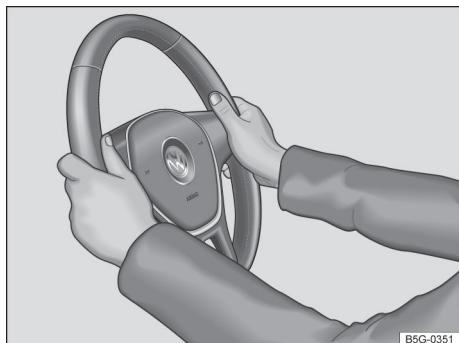

Fig. 54 No volante: posição 9 e 3 horas.
- Ajustar a posição do volante de forma que possa segurá-lo lateralmente pela borda externa *na posição de 9h e 3h* → Fig. 54 com ambas as mãos e os braços ligeiramente dobrados.
- Pressionar a alavanca ① sempre com firmeza para cima após o ajuste, para que o volante não mude sua posição durante a condução.
- Durante a condução, sempre segurar o volante com ambas as mãos lateralmente na borda externa *na posição de 9h e 3h* → Fig. 54, para reduzir ferimentos causados por um acionamento do airbag frontal do condutor.